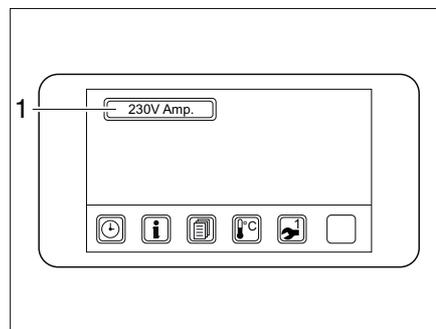
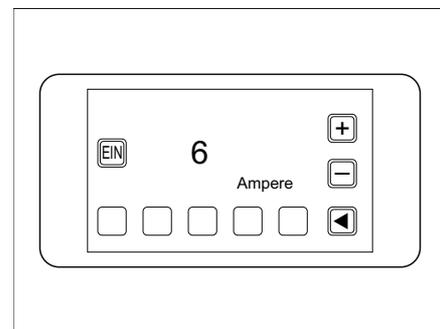

Bild 119 Untermenü Einstellungen Ebene 2
Bild 120 Untermenü Strombegrenzer 230 V
- Schaltfläche 230 V Amp. (Bild 119,1) berühren. Untermenü Strombegrenzer (Bild 120) öffnet sich.